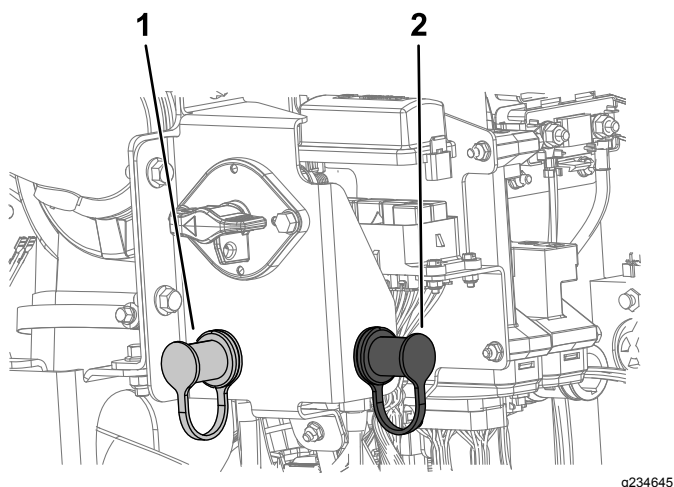

Рисунок 98
6. Снимите крышку со штыря запуска от внешнего источника (Рисунок 98).
7. Подсоедините положительный (+) соединительный кабель к положительному штырю внешнего источника (Рисунок 98).
8. Подсоедините отрицательный (-) соединительный кабель к точке заземления, такой как неокрашенный болт или деталь шасси (Рисунок 98).
10. Когда двигатель запустится, другой человек должен отсоединить отрицательный (-) соединительный кабель от рамы и затем положительный (+) соединительный кабель (Рисунок 98).